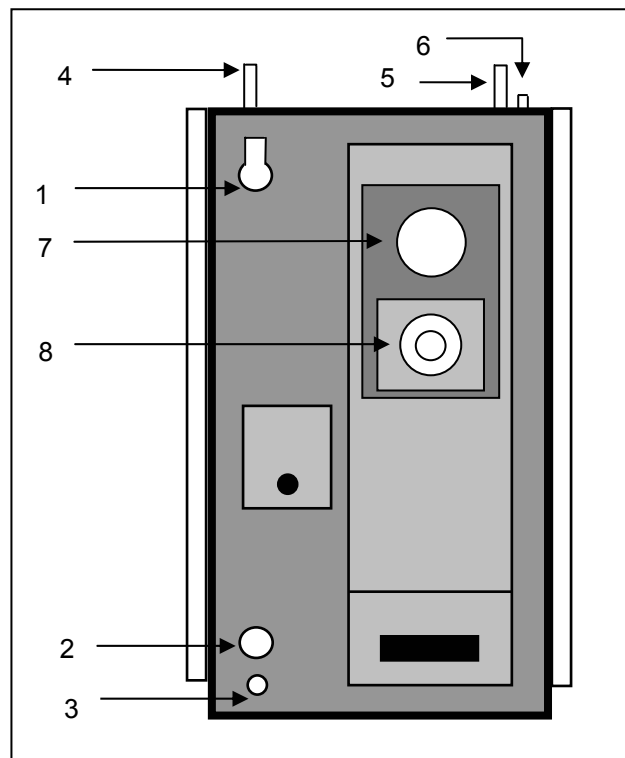

Abb. 4 FBV
Die thermische Ablaufsicherung schützt den Kessel vor Überhitzung, indem sie bei Kesselwassertemperaturen > 95°C durch Öffnen des Ventils Wasser aus dem Trinkwassernetz in die Kühlschleife einströmen lässt. Das Wasser nimmt die überschüssige Wärme auf und führt diese ab. Eine thermische Ablaufsicherung muss, nach DIN EN 12828, bei Heizungsanlagen für feste Brennstoffe eingebaut werden. Diese wird an den serienmäßig eingebauten Sicherheits-Wärmetauscher angeschlossen (Abb.4).
- Den Temperaturfühler im Kessel (Abb. 4, Pos. 6) montieren und mit Hilfe der Justierschraube gegen verrutschen sichern